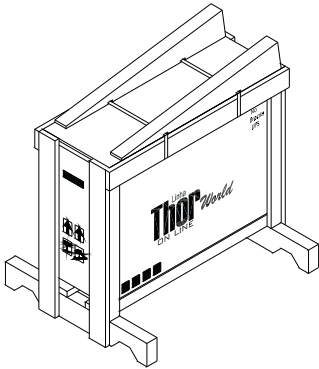

Figura 3.1
- 1 Coloque o pallet sobre uma superfície plana que tenha espaços livres nas laterais para movimentação, sendo o mais próximo possível do local de instalação do No-Break (figura 3.1);